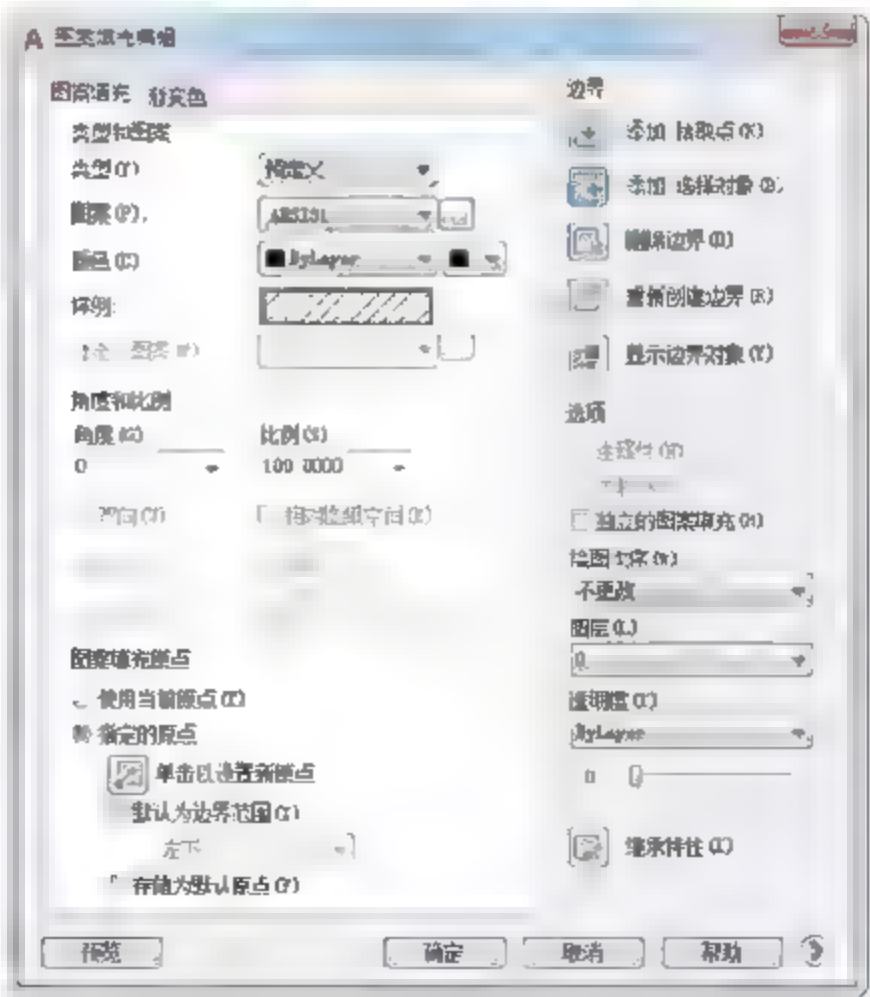

图4-153 【图案填充编辑】对话框
- 02 单击【修改】面板中的【编辑填充图案】按钮，选择填充图案，弹出【图案填充编辑】对话框，如图4-153所示。